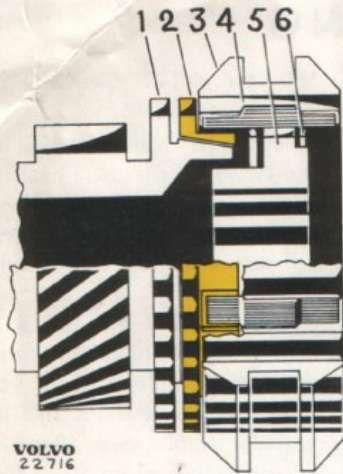
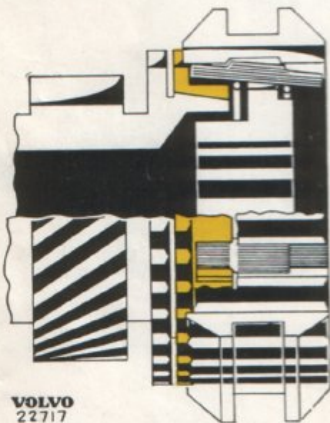
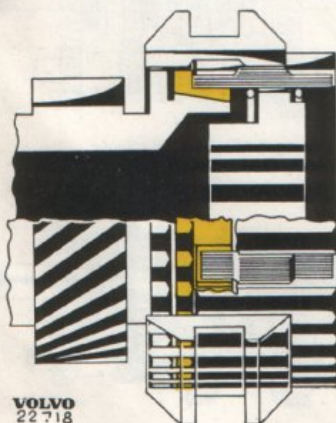

Bild 8. Neutralläge.
Bild 9. Synkronisering
Bild 10. Växeln inkopplad.
Synkroniseringarnas konstruktion och verkningsätt visas på bilderna 8—10. När en växel skall kopplas in pressas kopplingshylsan (3 bild 8) av skiftgaffeln i riktning mot denna växels kugghjul. Medbringarna (4) pressar därvid synkroniseringskonan (2) mot konan på kugghjulet (1). Har då synkroniseringen och kugghjulet olika rotationshastighet kommer synkroniseringskonan att vrida sig i förhållande till kopplingshylsan. Synkroniseringskonan hindras dock av medbringarna att vrida sig mer än en halv kuggbredd, se bild 9. Härvid kommer synkroniseringskonans kuggar att med halva kuggbredden ligga an mot kopplingshylsans kuggar och på så sätt hindra denna att gå i ingrepp. Genom friktionen mellan synkroniseringskonan och konan på kugghjulet, kommer kugghjulet att få samma rotationshastighet som synkroniseringen. När de har fått samma hastighet, förmår kopplingshylsan vrida tillbaka synkroniseringskonan och växeln kan kopplas in, bild 10.